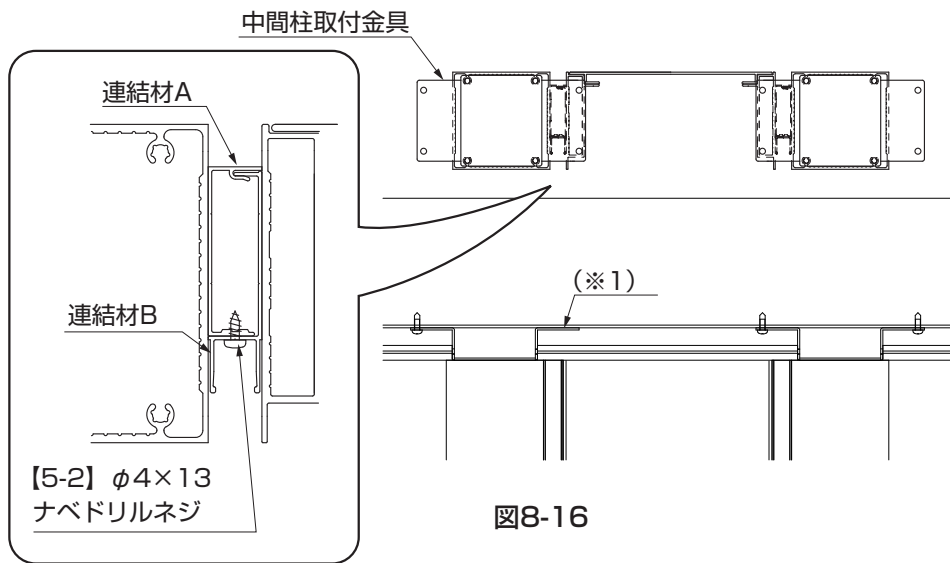

図8-16
- 柱 中間用を取付ける際、※1箇所へのネジの取付けは行ないません。(図8-16、図8-17参照)
- ⑧ファンクション柱を上へスライドさせてフレームカバーに突き当て、連結材A、連結材Bを【5-2】で取付けてください。(図8-16、図8-17参照)